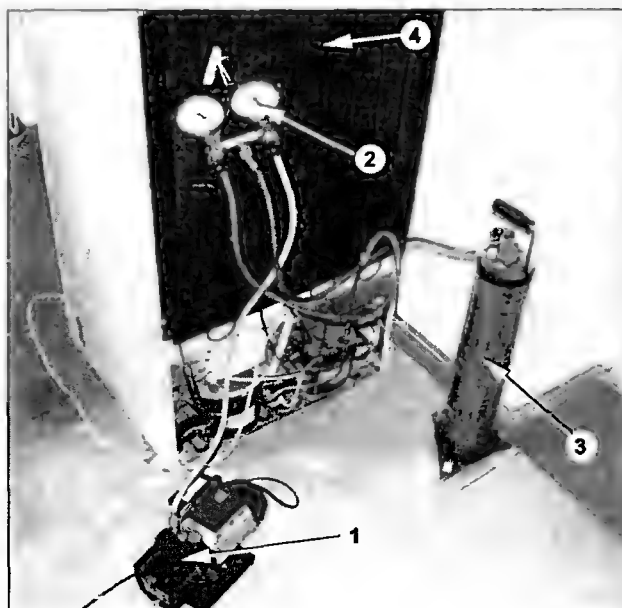
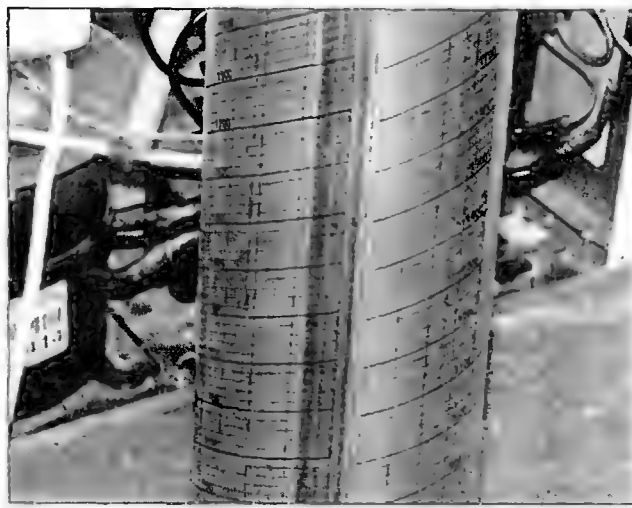

Рис. 2.7.7
Рис. 2.7.10
- вакуумируют КЦ. Для этого необходимы вакуумный насос (ВН) 1 (рис. 2.7.7), заправочная станция (ЗС) 2 и заправочный цилиндр (ЗЦ) 3.
- выключают вакуумный насос, закрывают правый вентиль 3С (рис. 2.7.7) — от этого вентиля идет шланг к вакуумному насосу. Прежде чем приступить к заправке хладагента на 3Ц отмечают уровень хладагента, по шкале, нанесенной на боковой стенке цилиндра (рис. 2.7.10),
- если в ходе проверки температура внутри холодильной (или морозильной) камеры в норме, монтажной пеной заполняют вскрытую часть задней стенки холодильника (рис. 2.7.15). Как видно из рисунка, в данном случае используется пена MAKROFLEX. Не дав пене затвердеть, закрывают ее защитной пластиной (она видна на рис. 2.7.15 сверху). Через 2—3 часа удаляют остатки выдавленной пены. Затем и по бокам фиксируют винтами конденсатор 4 (рис. 2.7.7).